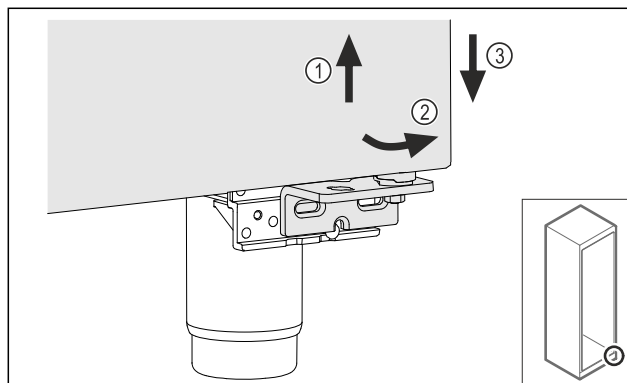

Fig. 21
- ▶ Løft døren litt Fig. 21 (1), vipp den fremover på den nedre delen Fig. 21 (2) og senk den ned Fig. 21 (3).